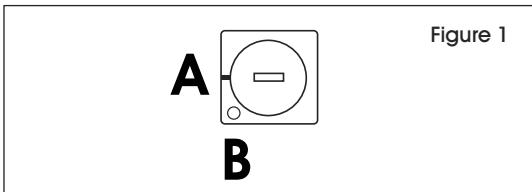

Figure 1
1. Pour ouvrir le distributeur tout en le maintenant verrouillé, insérez la clé en position A. (Voir Figure 1)
1. Insérez la clé en position A. (Voir Figure 1)